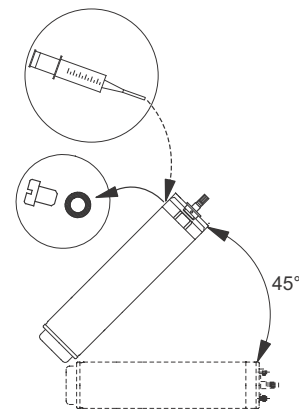

Fig. 4 Posição do motor durante o enchimento - MS6000
- Se o motor for proveniente do armazém, é necessário verificar o nível do líquido antes de instalar o motor. Consulte a fig. 4.
- Em caso de manutenção, é necessário verificar o nível do líquido. Consulte a fig. 4.
1. Posicione o motor submersível tal como apresentado na fig. 4. O parafuso de enchimento deverá estar no ponto mais alto do motor.
3. Injete líquido no motor com a seringa de enchimento (fig. 4) até que o líquido saia pelo orifício de esiação do motor.